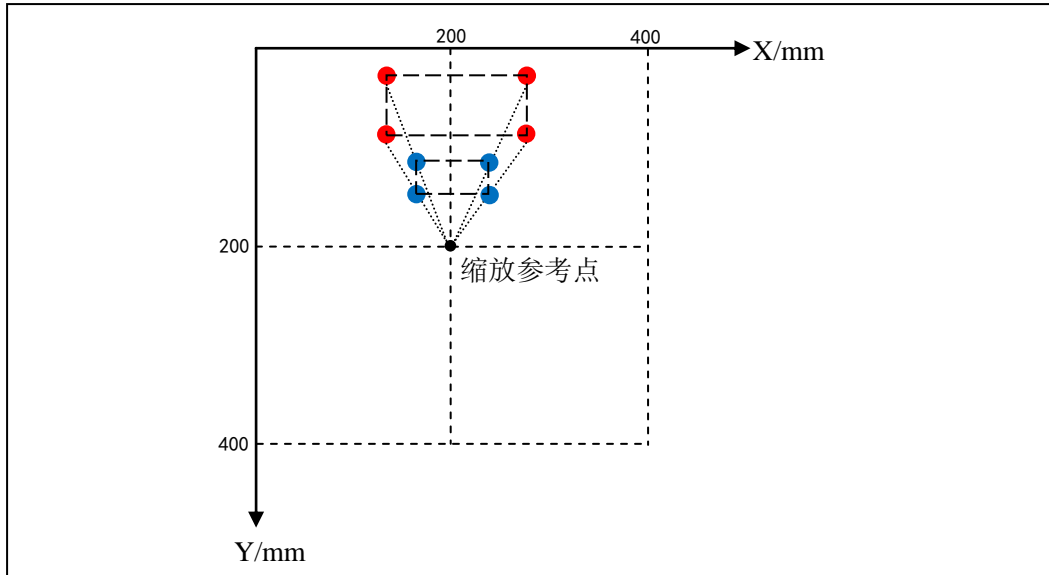

图 0.16 “缩放”示意图（一个产品缩小为原来的 50%）
(7) 缩放：将“始地址”与“末地址”范围内所有螺丝孔位编程点的排布图形以 X 轴和 Y 轴“行程”一半处的坐标点为缩放参考点，按比例放大或缩小，批量更改对应的 X、Y 坐标，主要是用在 DXF 文件转换成加工文件后，由于机台的精度问题引起加工尺寸跟实际尺寸有偏差时，可使用该功能来修正。【**“缩放”案例**：假如机器 X 轴行程为 400mm，Y 轴行程为 400mm。一个工件所有螺丝孔位编程点的图形缩小为原来的 50%（红色点表示缩小前，蓝色表示缩小后），如图 0.16 所示。】